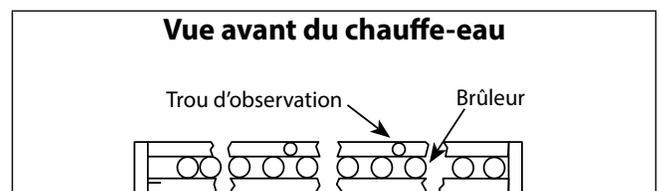

Figure 15. Observation périodique de la flamme.
1. Si une crépine est utilisée dans un réducteur de pression ou dans la tuyauterie, nettoyez-la tous les six (6) mois.
2. Au démarrage et tous les six (6) mois par la suite, les flammes de la veilleuse et du brûleur principal doivent être surveillées pour vérifier leur bon fonctionnement (voir les Figures 15 et 16; voir les instructions d'allumage et d'arrêt ci-jointes pour un schéma correct de la flamme de la veilleuse). Si la flamme apparaît avec des pointes de « suie », vérifiez s'il n'y a pas de débris près des orifices. Appelez un technicien d'entretien.